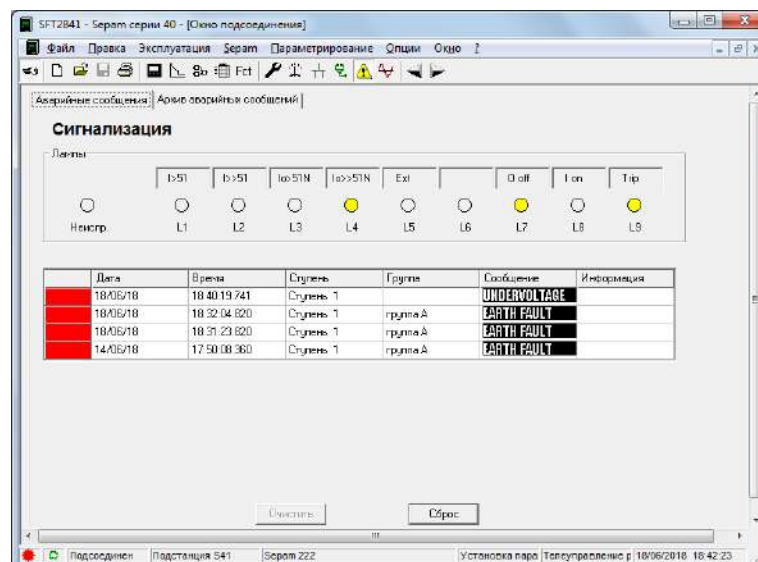

Рисунок 2.12 – Окно «Сигнализация»
- Перед отключением снизить ток в поле амперметра до нулевого значения и отключить RETOM–61 в окне программы, сквитировать сигнал о срабатывании на дисплейной панели или в программе SFT2841 (рис. 2.12).